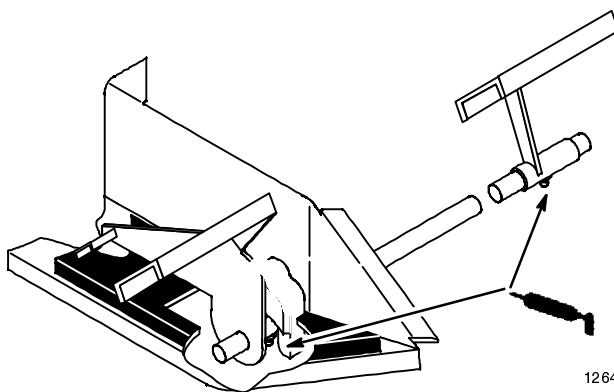

Figure 26
3. Graissez la pédale de commande de déplacement des modèles à transmission hydrostatique (ou les pédales de frein et d'embrayage sur les modèles à transmission par engrenages) au point où elles pivotent sur l'axe de montage (Fig. 26).